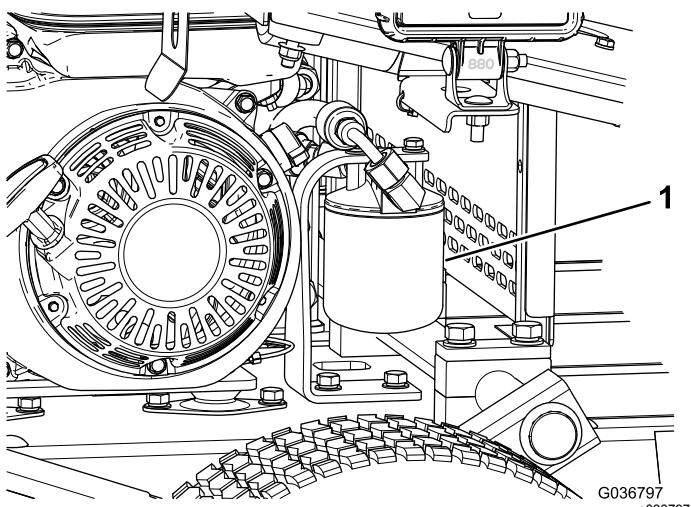

Figure 37
- Placez un bac de vidange sous le filtre et enlevez le filtre (Figure 37).